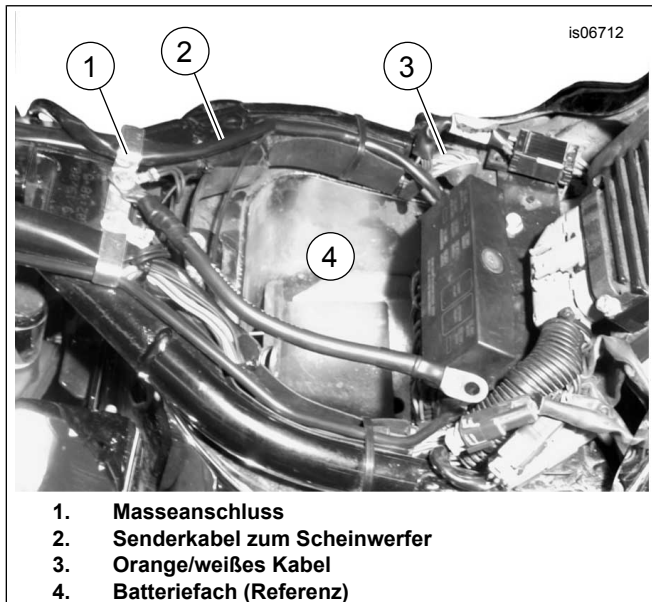

Abbildung 5. Strom- und Masseanschluss, Softails ab 2000 (FLSTC gezeigt)
4. Siehe Abbildung 5. Die Senderkabel (2) nach oben zum Batteriefach (4) und entlang der Rahmenseite verlegen. Weiter mit dem Abschnitt **Anschluss des Kabelbaums**.